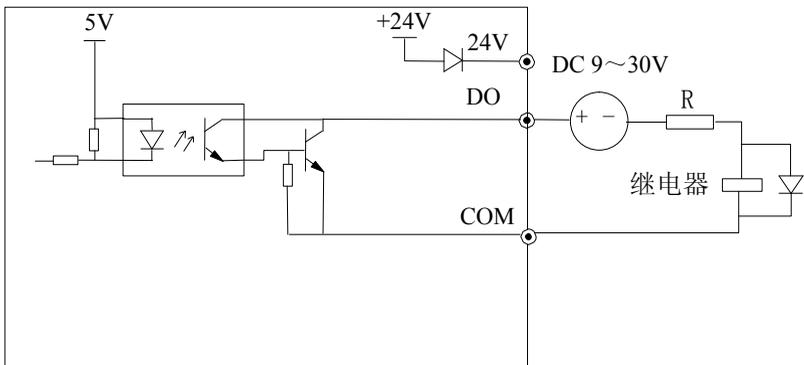

图 2-19 多功能输出端子开关量输出接线方式2
2) 多功能输出端子DO作为开关量输出时也可使用外部电源, 9~30V, 接线方式请参见图2-19